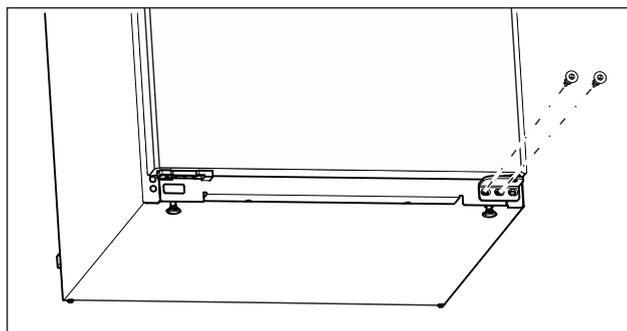

Fig. 12
- Svitare la vite centrale sul blocco inferiore di supporto con un cacciavite Torx 20. (vedere Fig. 12)
- Svitare la vite interna sul blocco inferiore di supporto con un cacciavite Torx 20. (vedere Fig. 12)